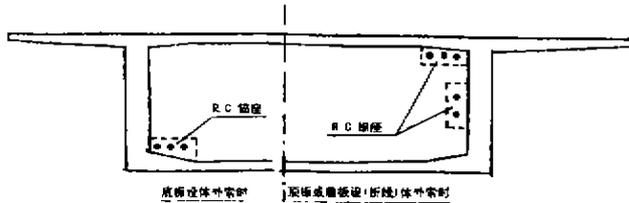
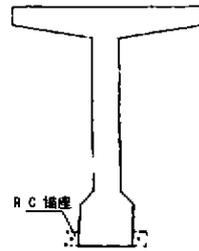

图3 体外索用于箱形梁布索示意图
图4 体外索用于T梁布索示意图
3.4.3 对于箱型连续梁、T梁、简支梁均可采用体外索进行加固，为了不影响外观，一般箱型连续梁宜布索在箱梁内的四角或腹板的内侧，T型简支梁则只宜对称设在腹板下翌缘的两侧。（见图3、图4）。配索的具体位置、根数、截